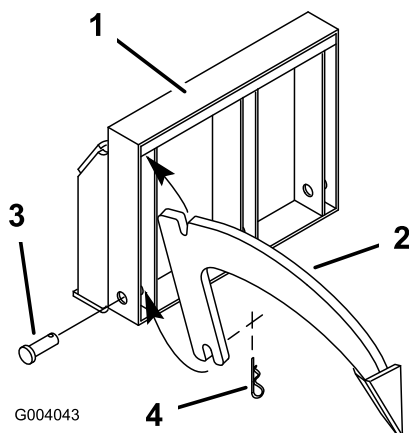

Bild 3
1. Schieben Sie die Einkerbung auf der Oberseite des Anbaugeräts in eine der drei Anbaupositionen der oberen Leiste ein (**Bild 3**).
2. Schwenken Sie die Unterseite des Anbaugeräts in den Rahmen und sichern Sie es mit einem Lastösenbolzen (**Bild 3**).
3. Sichern Sie den Bolzen mit einem Splint (**Bild 3**).